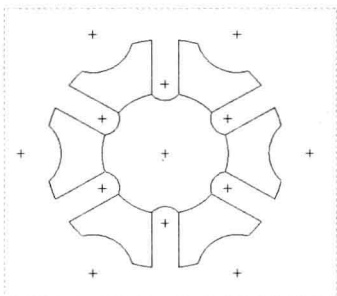

图 2-12 图形文件
Step 01 按【Ctrl+O】组合键，打开图形文件，如图 2-12 所示。